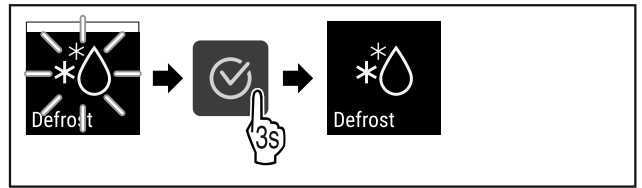

Fig. 86
► Vykonaťte kroky akcie (pozri Fig. 86) .